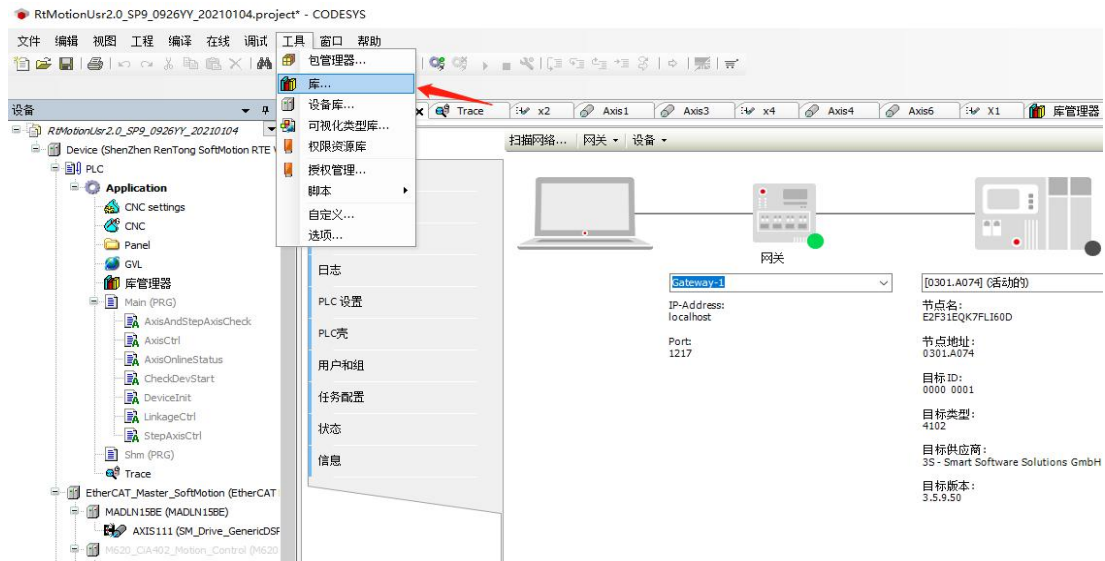

图 2-6-11 CodeSys 工程添加库 1
9、点击“工具->库”安装工程所需的库文件，如图 2-6-11；